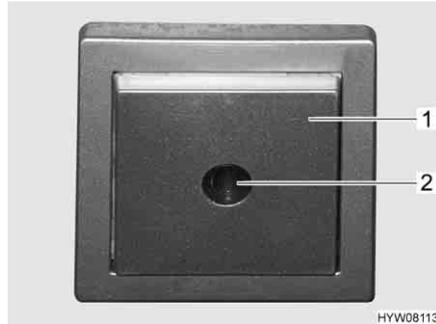

Fig. 124 Interruttore di comando per scaldacqua
Con l'interruttore di comando (Fig. 124,1) si inserisce la modalità di funzionamento elettrico. La spia di controllo (Fig. 124,2) nell'interruttore deve accendersi.
- Inserire l'interruttore di comando (Fig. 124,1). La spia di controllo (Fig. 124,2) nell'interruttore si accende. L'acqua nello scaldacqua viene riscaldata a 65 °C.
- Spegner l'interruttore di comando (Fig. 124,1). La spia di controllo (Fig. 124,2) nell'interruttore si spegne.
- Spegner l'interruttore di comando (Fig. 124,1). La spia di controllo (Fig. 124,2) nell'interruttore non si accende.